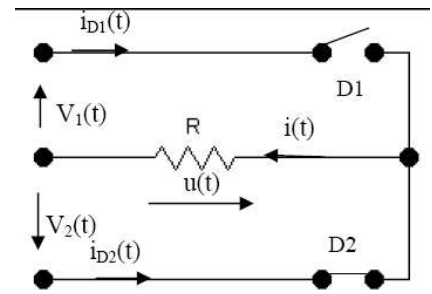

Fig. 08
- pour l'alternance positive de $e(t)$ (figure 08) :